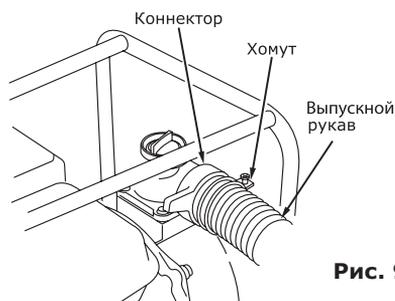

Рис. 9
- подсоедините выпускной рукав к патрубку при помощи зажимного кольца и хомута (рис.9).